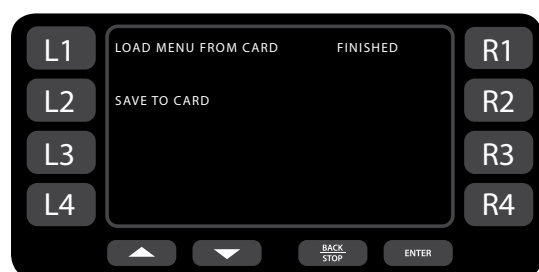

Figura 16: Subiendo...termino
2. Presione la tecla R1 para tener acceso a la pantalla de "Load Menú" (Figura 16)
4. Presione la tecla suave L1 (Figura 16)
pantalla de "Load Menú" (Figura 16).
4. Presione la tecla suave L2 (Figura 16).